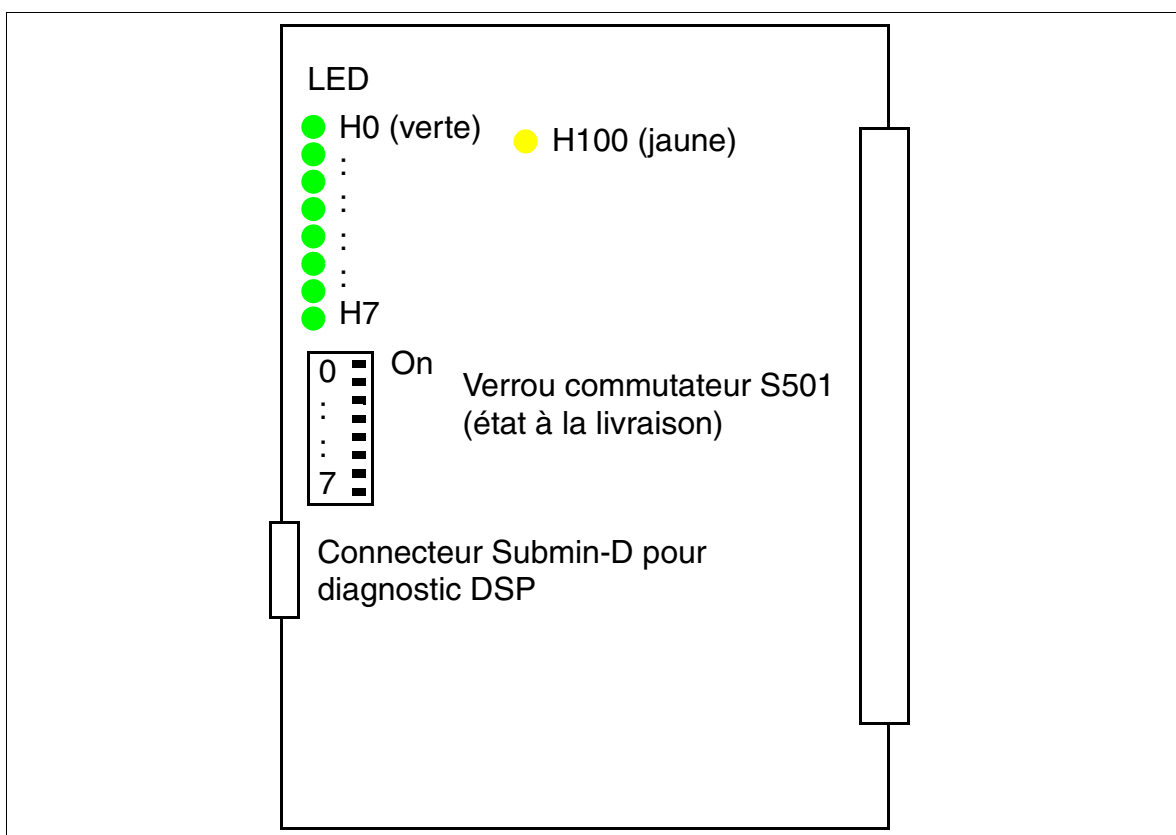

Figure 3-101 TMAMF (S30810-Q2587-Axxx)
- voyant H100 (voir figure 3-101) : état du processeur de signalisation
- LED H0 à H7 (voir figure 3-101) : état des joncteurs réseau